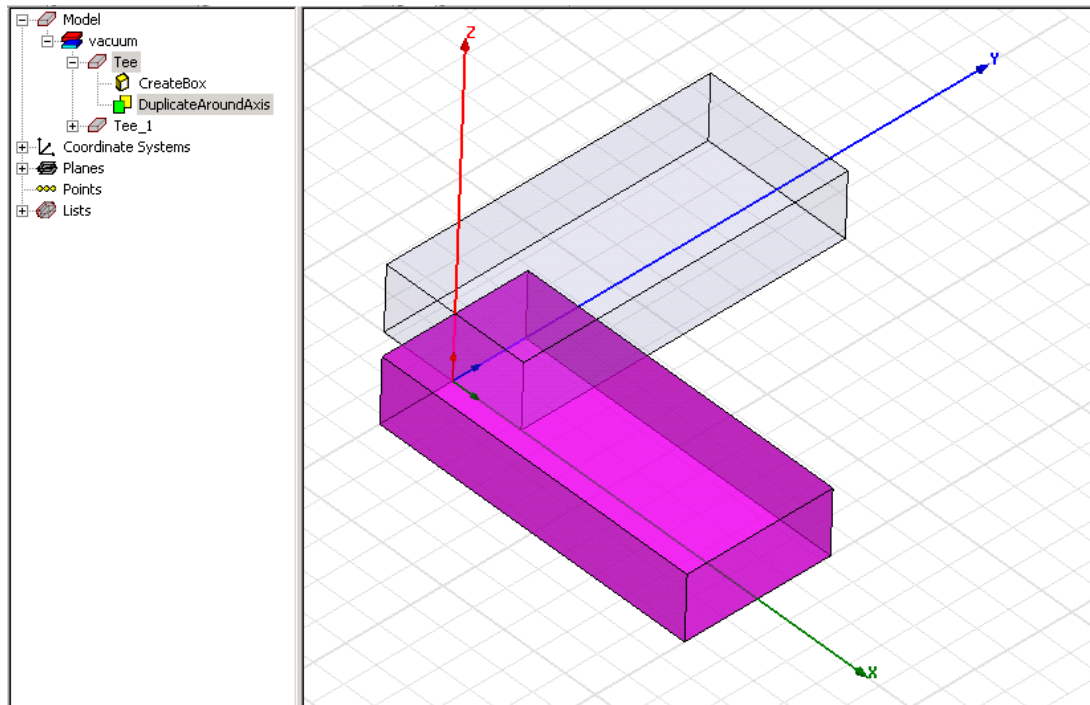

Рис. 6.10. Дублирование и вращение бокса
5. Щелкните **ОК**. Исходный объект **Tee** дублируется, и дубликат получает имя **Tee_1**, по умолчанию. Он сдвинулся вокруг оси **Z** на угол 90° (рис. 6.10).